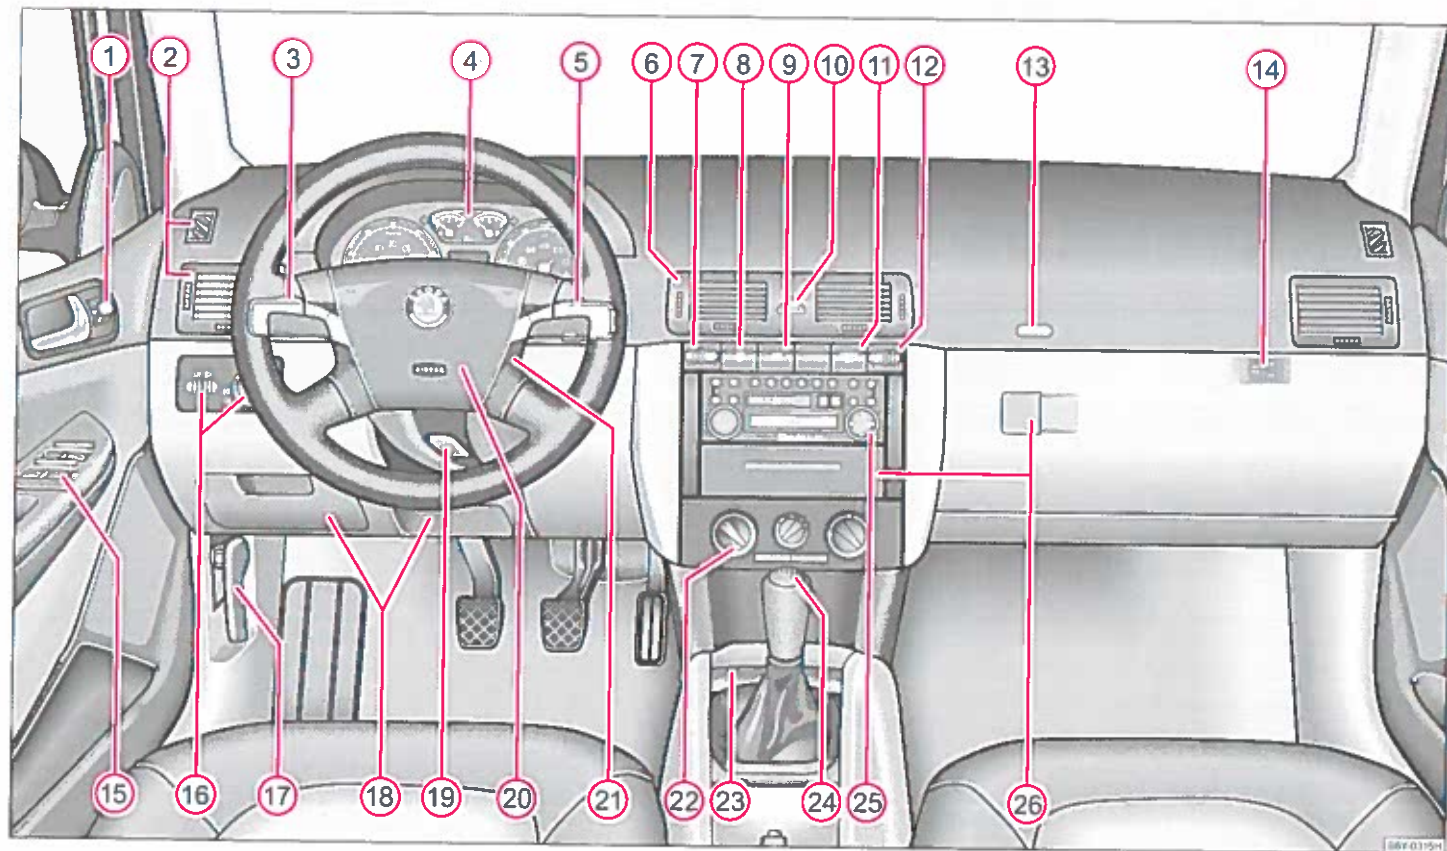

Fig. 1 Noget af det udstyr, som er vist på tegningen, hører kun til bestemte modeller eller er ekstraudstyr.
- Ved vogne med højrestyring afviger betjeningslementernes placering delvis fra den viste placering ⇒ side 8, fig. 1. Symbolerne svarer dog til de enkelte betjeningslementer. ■